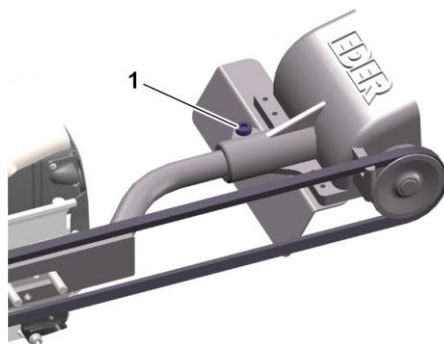

Fig. 5: Fest skrellehodet på holderen
- > Pass på at reimene allerede er forhåndsstrammet. Ellers løsner du unbrakoskruen (1) (se fig. 5) og skyver barkingshodet fremover på holderen inntil reimen er strammet.